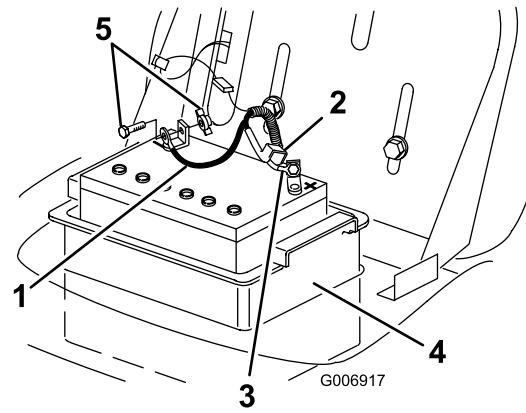

Bild 26
4. Klemmen Sie das Minuskabel (schwarz) vom Batteriepol ab (Bild 26).
5. Schieben Sie die Gummiabdeckung am Pluskabel (rot) nach oben. Klemmen Sie das Pluskabel (Rot) vom Batteriepol ab (Bild 26).
6. Nehmen Sie den Batteriekasten und die Batterie aus dem Rahmen heraus (Bild 26).
1. Setzen Sie den Batteriekasten und die Batterie in den Rahmen ein (Bild 26).
2. Schließen Sie das Pluskabel (rot) mit der Schraube und der Flügelmutter am (+) Pluspol an (Bild 26).
4. Schließen Sie das (schwarze) Minuskabel mit der Schraube und Mutter am (-) Minuspol an (Bild 26).